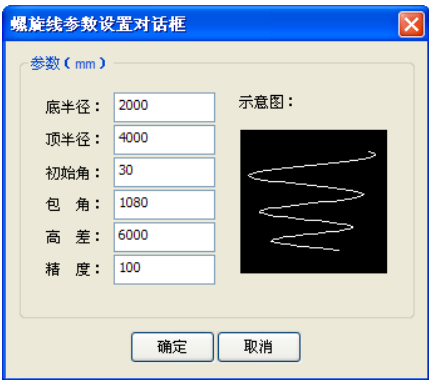

图 4-11 螺旋线参数设置
1. 选择 [绘图] | [螺旋线]，弹出螺旋线参数设置对话框，如图 4-11 所示；